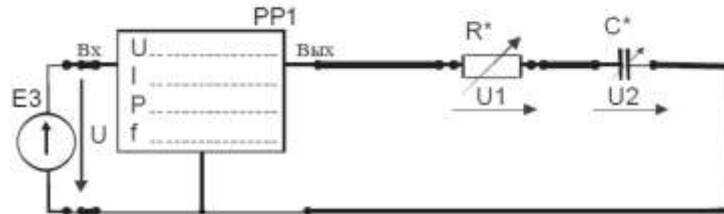

Рисунок 12 – Цепь переменного тока с последовательным соединением резистора и конденсатора
2. Собрать электрическую цепь с последовательным соединением резистора  $R^*$  и конденсатора  $C^*$  (рис. 12), используя элементы цепи в соответствии с заданным вариантом (табл. 10). В качестве резистора  $R^*$  использовать перестраиваемый резистор R10 в соответствующей позиции переключателя (табл. 13). У цифровых амперметров установить режим измерения переменного тока. Предъявить схему для проверки преподавателю.